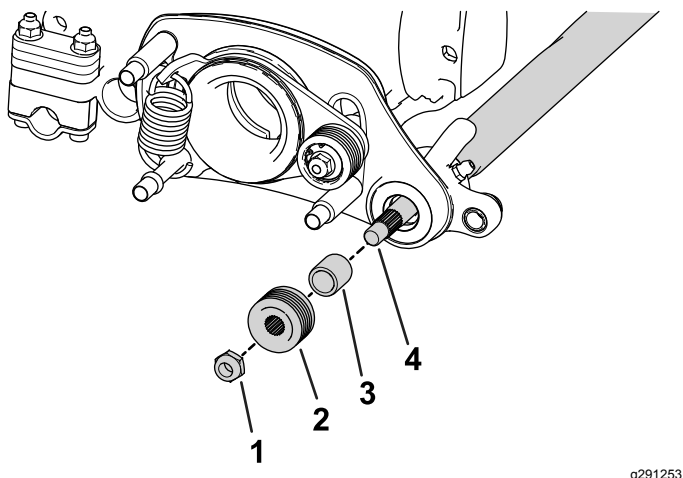

图 11
- 在从动皮带轮图 11 轮毂上涂抹一薄层润滑脂。
- 将从动皮带轮滑到疏草轴上图 11。
- 用凸缘锁紧螺母图 11 将皮带轮固定到轴上然后上紧螺母扭矩至 2328N·m。